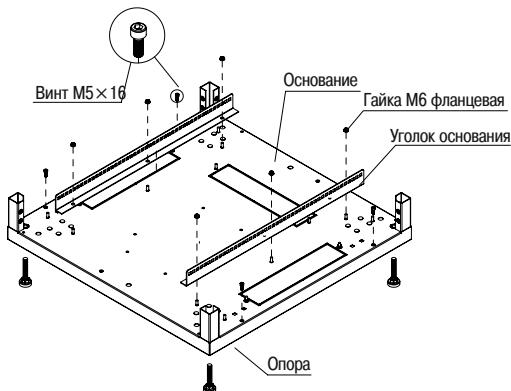

Рисунок 1 – Нижнее основание
3.1.1 Извлеките из первого места составные части изделия. Установите на нижнее основание два уголка основания с помощью гаек M6 с фланцем, затем вкрутите опоры (4 шт.), а также винты M5×16 (4 шт.) с цилиндрической головкой (рисунок 1).